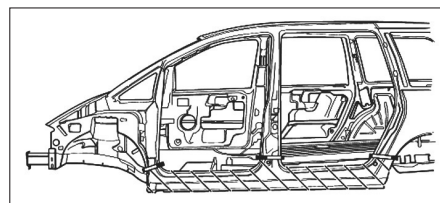

FIG. 37
- Tracer la ligne de coupe en fonction de l'étendue du dommage (Fig.37).